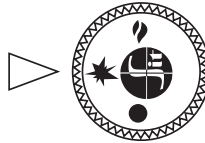

Рис. 9.
- 7.3. Для розжига пилотной горелки ручка управления переводится в положение «искра» (рис. 9).
- 7.5. **Выключение** производится путем поворота ручки в положение «точка» (рис. 9). При этом пилотная и основные горелки (если горят) погаснут.